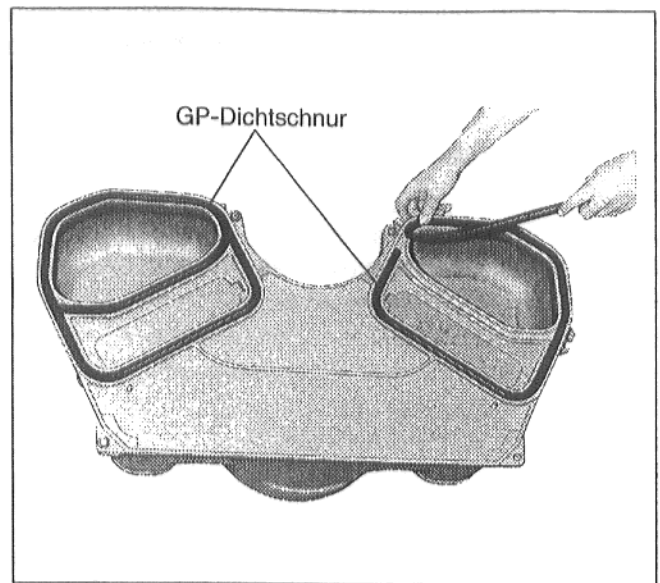

Abb. 22
- GP-Dichtschnur, wie in Abb. 22 zu sehen, ist in die Dichtnuten im Abgassammler einzulegen